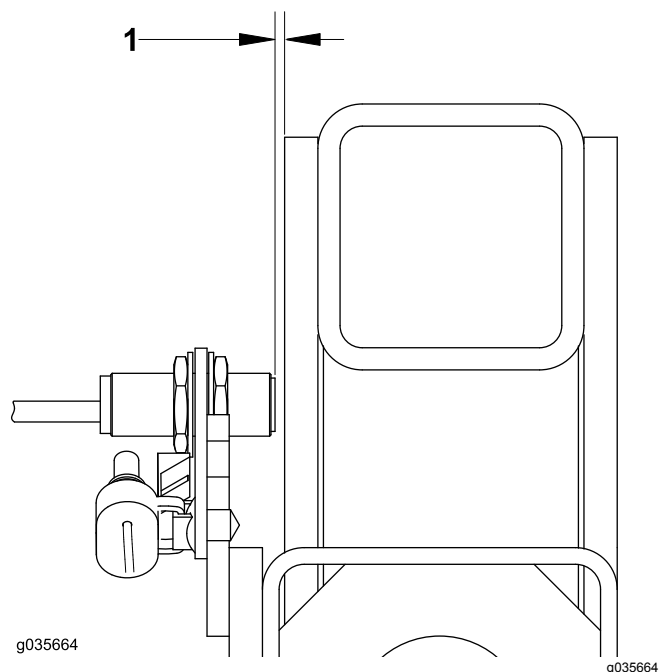

Figura 19
5. Impostate una distanza di 3,6 mm su ciascun sensore montato (Figura 19).